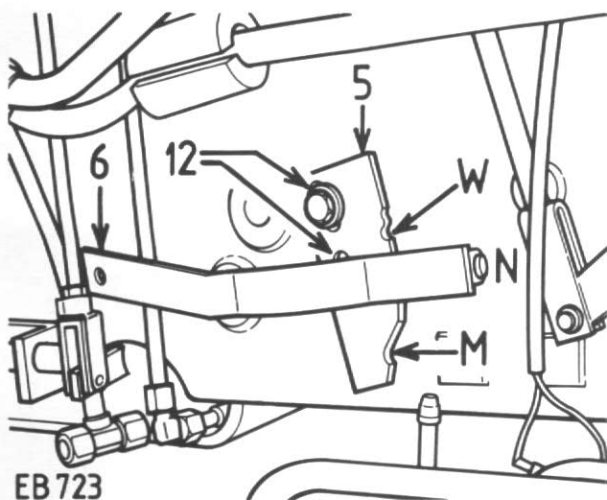

Figure 152
Vérifiez qu'en position neutre (N), l'accouplement (8) n'interfère pas avec l'arbre avant (10) et qu'en position (M) il reste un certain jeu au circlip (11) - voir aussi "B" figure 145. Serrez les boulons (12). Figure 152.